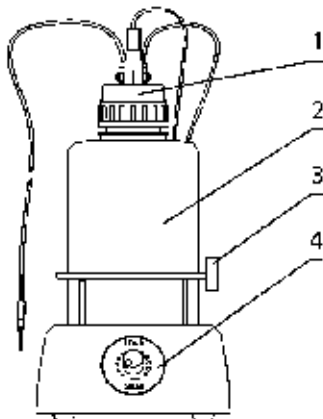

Рисунок 3. FTA-2i, вид спереди
- Установите сосуд-ловушку (рис. 3/2) на прибор.
- Прикрутите крышку с иглами сенсора и разъёмами для трубок (рис. 3/1) к сосуду-ловушке.
- Поместите микропробирки для наконечника в держатель (рис. 3/3).
4.4.1. **Установка опционального наконечника МА-8.** Извлеките аспирационный наконечник и микропробирки из держателя (рис. 3/3) и поместите внутрь держатель для МА-8. Отсоедините одноразовый наконечник (рис. 5/1) от адаптера **МА-U** и подсоедините наконечник **МА-8** (рис. 8/1). Храните аспирационный наконечник в новом держателе.
- 5.3. (Для модели **FTA-2i**) С помощью рукоятки на передней панели прибора (рис. 3/4) отрегулируйте интенсивность аспирации. Поворот по часовой стрелке увеличивает интенсивность, против часовой – уменьшает. Интенсивность показывается световой индикацией вокруг рукоятки.